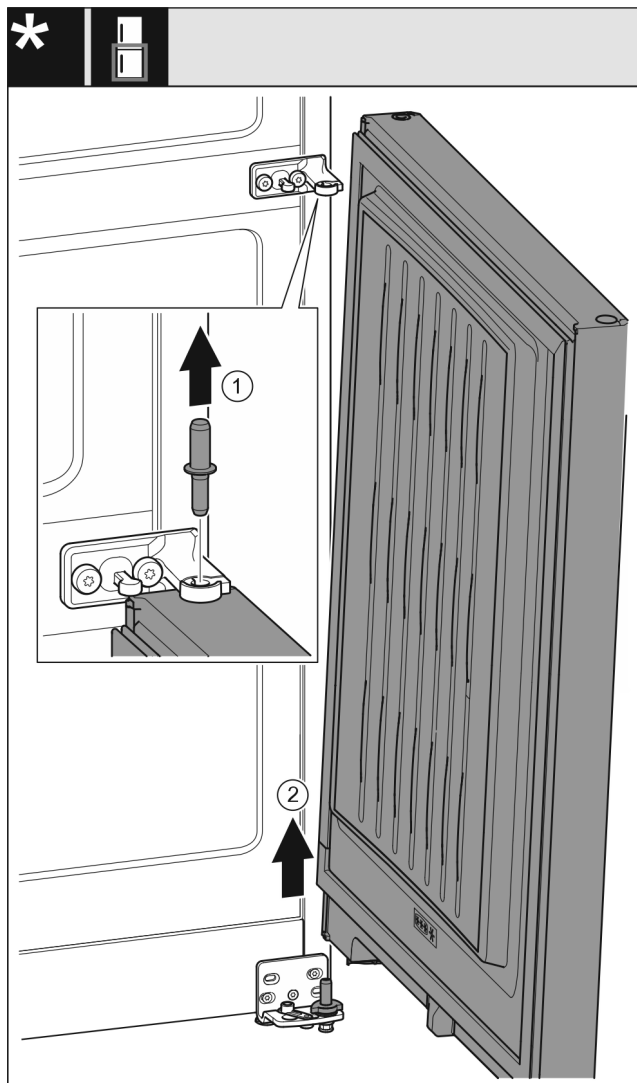

Fig. 8
- ▶ Τραβήξτε έξω τον πείρο προς τα επάνω. Fig. 8 (1)
- ▶ Ανοίξτε την πόρτα, τραβήξτε τη προς τα επάνω και παραμερίστε τη στην άκρη. Fig. 8 (2)